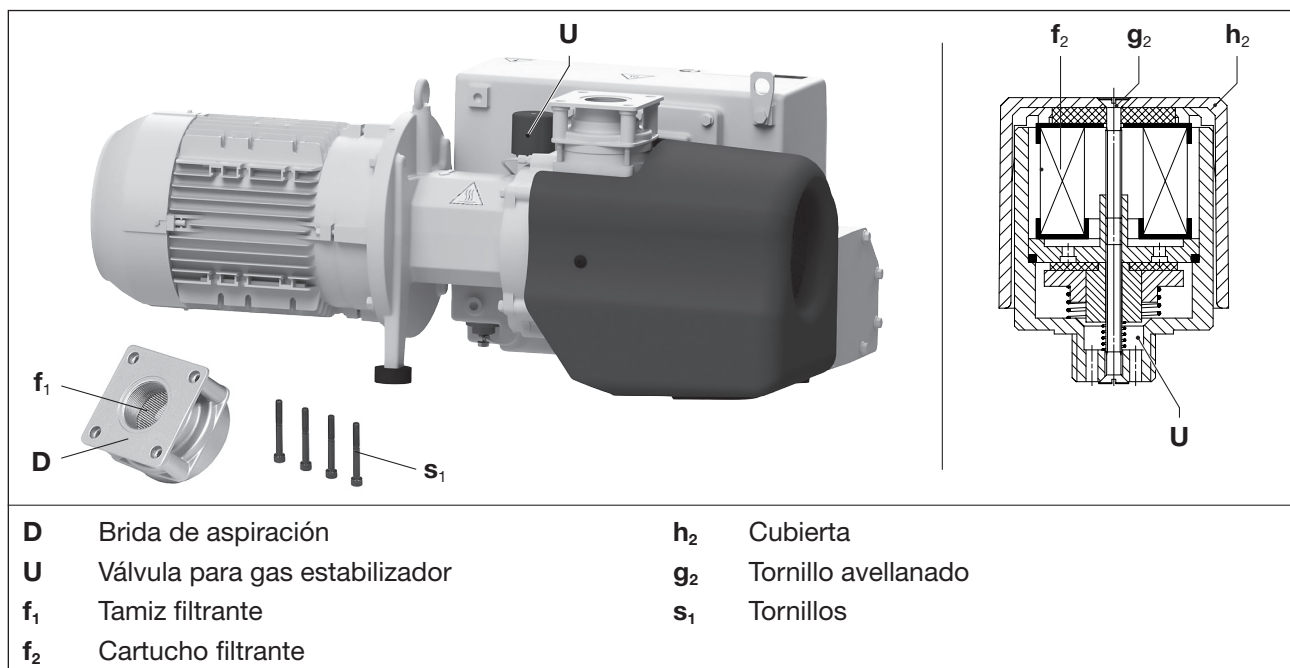

Fig. 6 Tamiz filtrante y válvula para gas estabilizador
El tamiz filtrante (Fig. 6/f₁) se debe limpiar lavándolo o utilizando aire comprimido o sustituirlo con mayor o menor frecuencia en función del grado de suciedad del medio aspirado.
- b) Retirar la brida de aspiración (Fig. 6/D) tras aflojar los tornillos (Fig. 6/s₁).
- c) Limpiar el tamiz filtrante (Fig. 6/f₁).
- e) Colocar la brida de aspiración (Fig. 6/D) y fijarla con los tornillos (Fig. 6/s₁) . Par de apriete: 25 Nm
Las bombas funcionan con una válvula de lastre de gas (Fig. 6/U). Limpiar el cartucho filtrante (Fig. 6/f₂) integrado con frecuencia variable según el grado de suciedad del medio aspirado.
- Aflojando los tornillos avellanados (Fig. 6/g₂) y retirando la cubierta de plástico (Fig. 6/h₂) se pueden extraer las piezas del filtro para su limpieza.
- Limpiar el cartucho filtrante (Fig. 6/f₂) utilizando aire comprimido o sustituirlos.
- Poner el cartucho filtrante (Fig. 6/f₂) en la válvula, colocar la cubierta de plástico (Fig. 6/h₂) y fijarla con el tornillo avellanado (Fig. 6/g₂). Apretar el tornillo a mano.